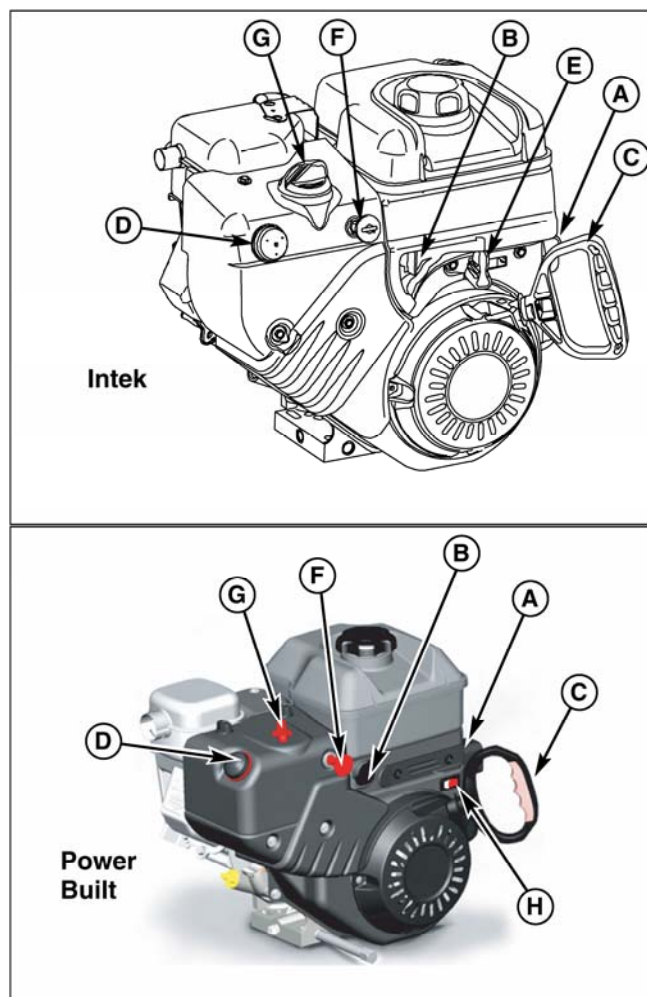

Рис. 1. Элементы управления двигателем
См. рис. 1.
1. Откройте топливный кран (В, рис. 1, модели с Intek) в положение ON.
2. Переведите выключатель зажигания (Н, рис. 1, модели с Power Built) в положение ON.
3. Вставьте ключ в паз (F, рис. 1) до упора в положение RUN.
5. Поверните рычаг воздушной заслонки (G) по часовой стрелке до упора, если Вы запускаете холодный двигатель. (Для пуска горячего двигателя этого не требуется).
6. Дважды нажмите на кнопку праймера (D), если Вы запускаете холодный двигатель. (Для пуска горячего двигателя этого не требуется).
2. Заглушите двигатель, переведя рычаг дросселя (рис. 1) вниз, или вынув ключ из паза.